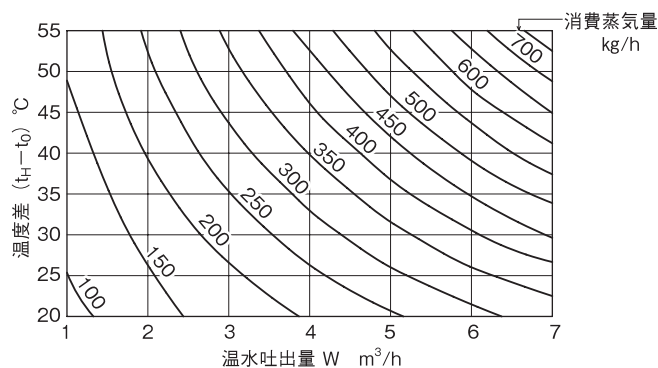

図7 消費蒸気量線図
- 5.3 図7から消費蒸気量を求めて、蒸気量が十分あることを確認してください。
6.3 消費蒸気量（図7参照）